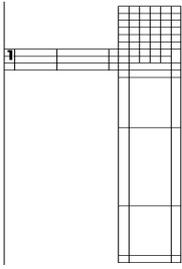

Рис. 5.22
- Структуру сетки можно просмотреть в 3-х мерном отображении электромагнитной структуры при виде сверху. Щёлкните мышкой по значку **New Schematic 3D View**  и затем по значку **Top** (Верх)  на панели инструментов. Сетка будет отображена, как показано на рис. 5.22.